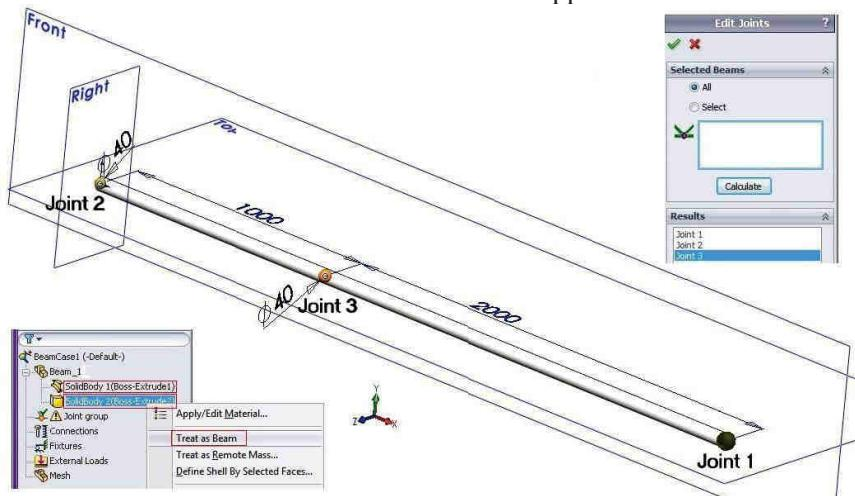

Fig. 4.8
- Click dreapta pe **SolidBody 1 (Boss-Extrude1)** și se va selecta **Treat as Beam**, fig. 4.8.
- Click dreapta pe **SolidBody 2 (Boss-Extrude2)** și se va selecta **Treat as Beam**, fig. 4.8.
- În secțiunea **Edit Joints** PropertyManager sub zona **Selected Beams**, click **Calculate**, fig. 4.8. Trei noduri vor apărea sub **Results**.
În ramura **Beam\_1** vor apărea două icoane de tip , iar în arborele Simulation va apărea ramura **Joint group**, fig. 4.8.
- Right-click **SolidBody 1 (Boss-Extrude1)** and select **Treat as Beam**, fig. 4.8.
- Right-click **SolidBody 2 (Boss-Extrude2)** and select **Treat as Beam**, fig. 4.8.
- In the **Edit Joints** PropertyManager under **Selected Beams**, click **Calculate**, fig. 4.8. Three joints appear under **Results**.
- Two beam icons appear in the **beam\_diagrams** folder and a **Joint group** folder appears in the Simulation study tree, fig. 4.8.